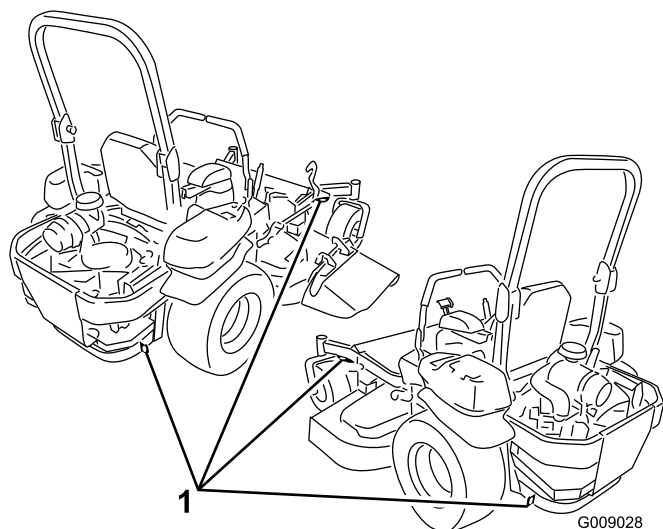

Figura 30
5. Utilizzate gli anelli di ancoraggio metallici sulla macchina per fissare saldamente la macchina al rimorchio o all'autocarro per mezzo di cinghie, catene, cavi o corde (Figura 30).